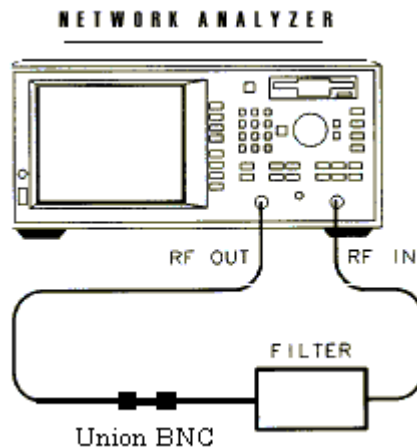

Figura 2-44. Configuración del equipo para la calibración.
5. Conecte el equipo como se muestra en la Figura 2-44, para realizar la calibración normalizada.